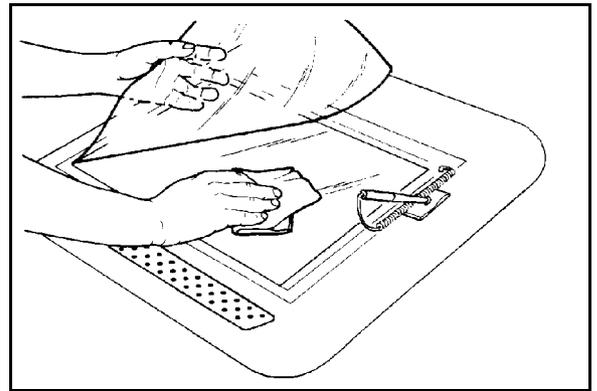

Figure 5 : Nettoyage du bloc couleurs
- 2 Levez le volet en plastique transparent et essuyez la surface supérieure du bloc couleurs jusqu'à ce qu'il soit propre et sec (figure 5).